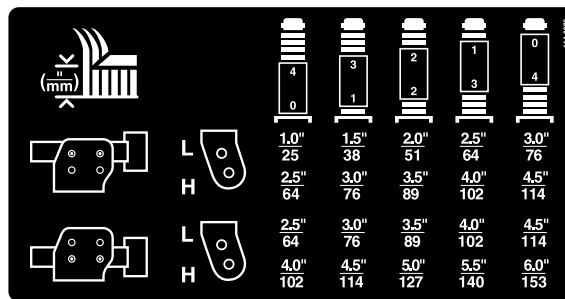

Figure 28
2. Placez les essieux des roues pivotantes dans les mêmes trous sur toutes les fourches. Pour choisir les trous corrects pour la hauteur de coupe requise, reportez-vous au tableau (Figure 28).